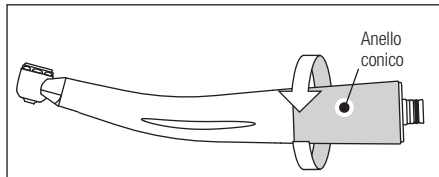

Fig. 7
- 1) Svitare e rimuovere l'Anello conico sul retro del manipolo (Fig. 7).